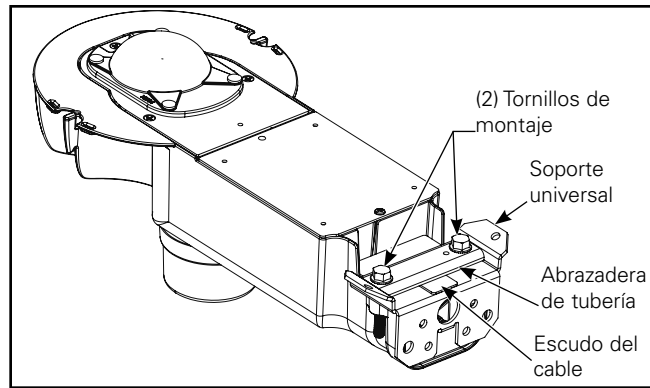

Figura 1.
1. Use una llave de tubo de 1/2" para quitar el soporte de montaje en pared o poste de la luminaria y deje a un lado dos pernos de montaje de la luminaria y un blindaje de alambre. Deseche la abrazadera de sujeción del tubo. (Figura 1.)